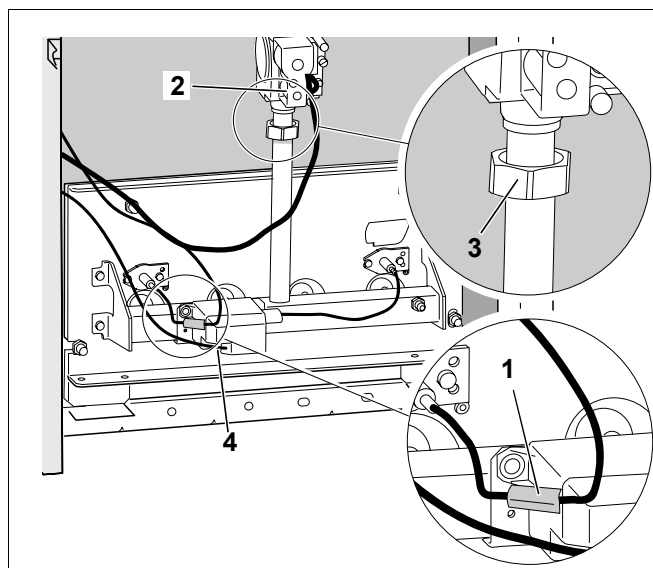

Рис. 39 Демонтаж горелки
- Отсоединить горелку от газовой арматуры в месте резьбового соединения (рис. 39, поз. 3).
- Снять контактный предохранитель (рис. 39, поз. 1) на контрольном кабеле и разъединить штекерное соединение.
- Вынуть штекер запального трансформатора (рис. 39, поз. 4).